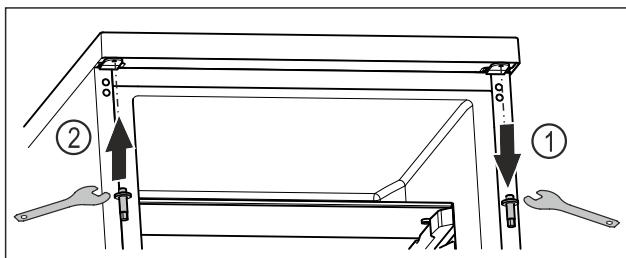

Fig. 22
- Lironi bulonat e sipërm me çelësin e jashtëm kriket. Fig. 22 (1)
- Shtrëngoni fort bulonat e anës së kundërt me çelësin e jashtëm kriket. Fig. 22 (2)